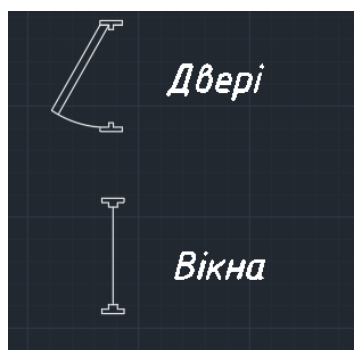

Рисунок 3.2 – Зразки елементів проекту
3. Промалювати вікна та двері за зразком (рис. 3.2)